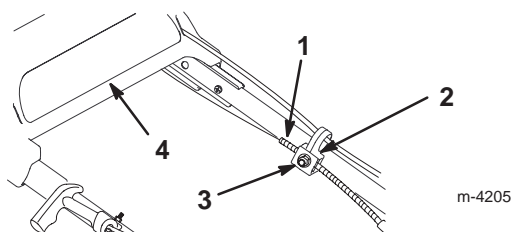

Figure 1
2. Desserrez l'écrou du support de guidage du câble (Fig. 1).